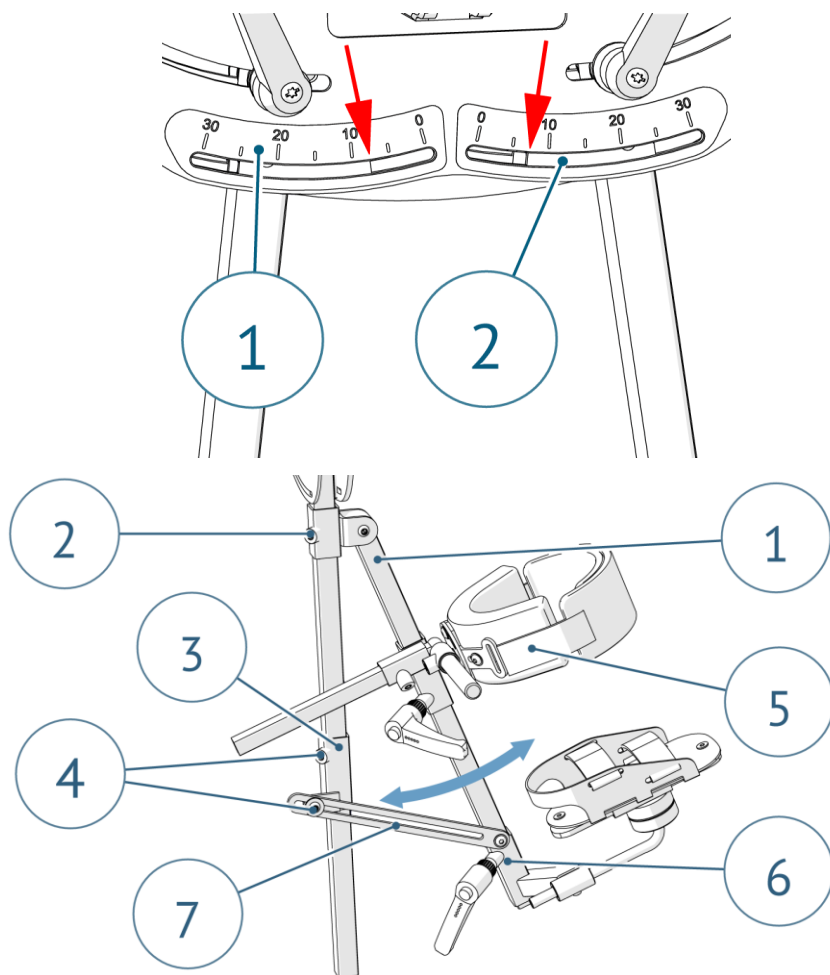

Рисунок 16. Платформа для стопы с регулировкой угла наклона голени
Установив нужный наклон голени перемещением ползуна (3) и планки (7) зафиксируйте ползун и планку плотно затянув фиксирующие винты (4) (**рис.16**).